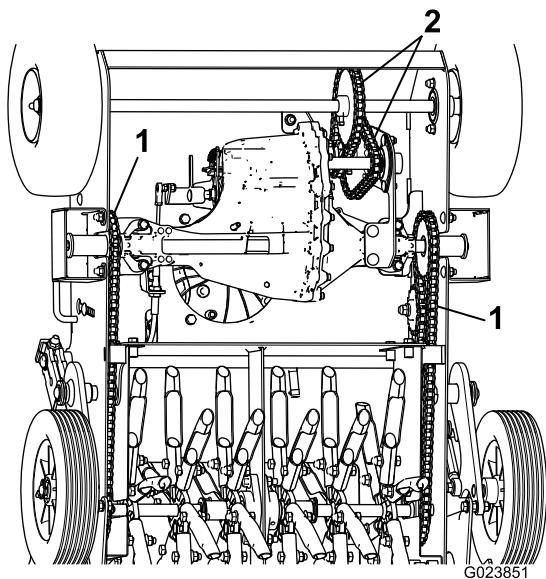

Figura 28
3. Gire las ruedas delanteras y aplique aceite o lubricante para cadenas en los eslabones de los tramos inferiores de las cadenas de transmisión delanteras (Figura 28).
4. Inspeccione las cadenas de la transmisión delanteras (Figura 28) en busca de daños o desgaste, y compruebe la tensión.
de los tramos inferiores de las cadenas de transmisión de los taladros (Figura 28).